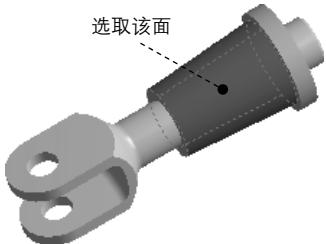
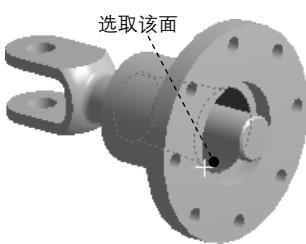

图 7.10.3 选取接触面
图 7.10.4 选取目标面
(1) 选择命令。在“Outline”窗口中选择  Connections 节点下的  Contacts 并右击，在弹出的快捷菜单中选择 Insert →  Manual Contact Region 命令，弹出定义接触参数对话框。
(2) 选取接触面和目标面。在图形区选取图 7.10.3 所示的模型表面为接触面对象，然后选取图 7.10.4 所示的模型表面为目标面对象。
(3) 定义接触属性。在定义接触参数对话框的 **Definition** 区域的 **Type** 下拉列表中选择 **Rough** 选项，在 **Advanced** 区域的 **Offset** 文本框中输入数值 0.15，完成接触定义。